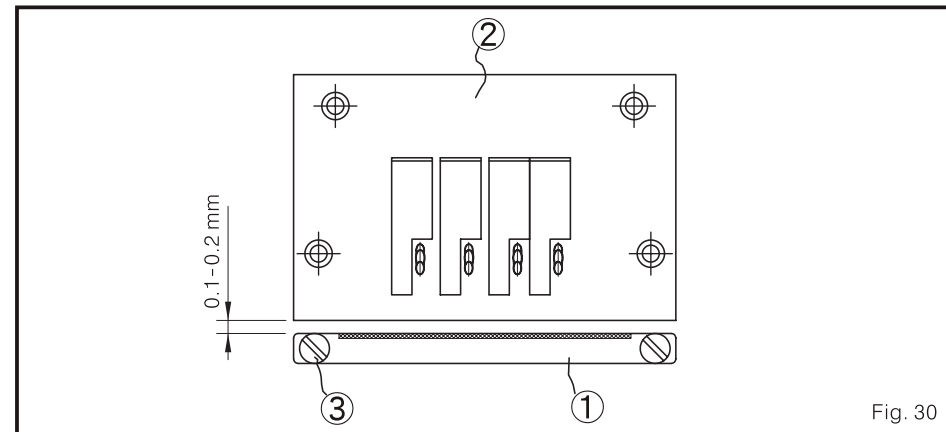

Fig. 30
(4) O espaço da faca fixa 1, VUT171A, à lâmina agulha 2 deve ficar entre 0.1-0.2 mm Além disso a caca fixa1 deve ser paralela à lâmina agulha 2 (Fig. 30)
(5) Para ajustar, por favor, solte os parafusos 3 entre ambos os lados da faca fixa mexa-a de atrás para diante para adquirir o resultado querido.